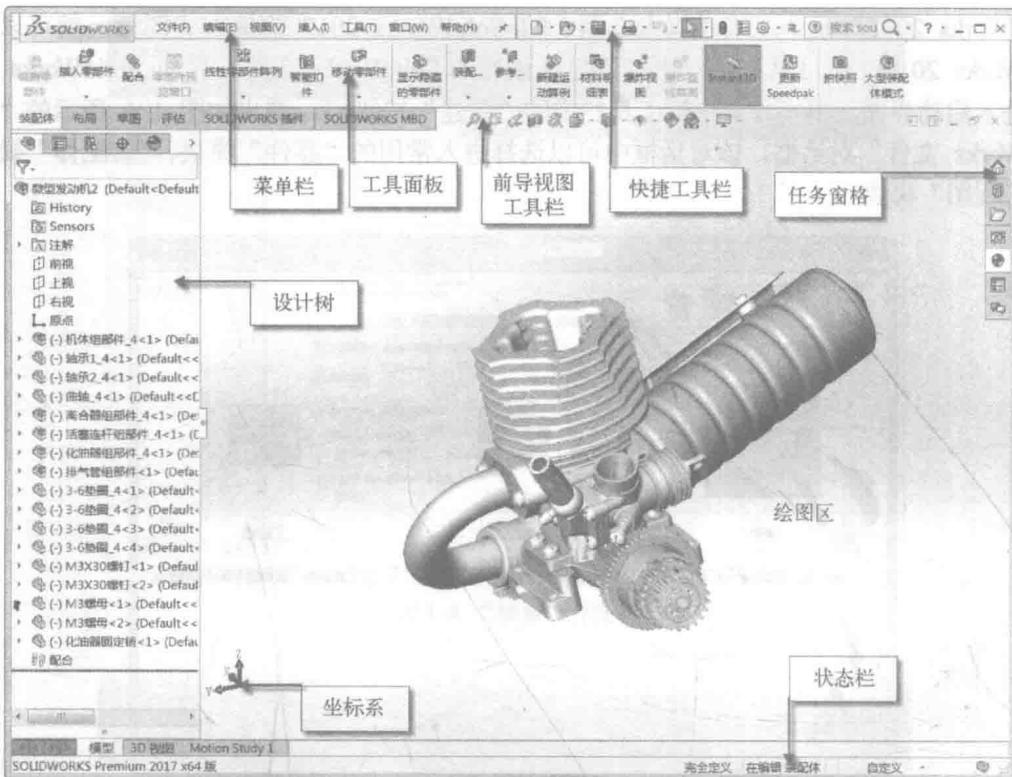

图 1-8 零件工作界面
③ 选择相应的零件模块，进入 SolidWorks 2017 的零件工作界面，如图 1-8 所示，主要由菜单栏、工具面板、设计树、状态栏和任务窗格等组成。